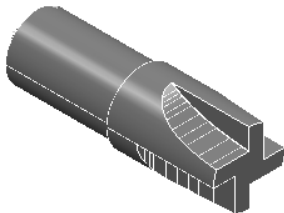

图 4-36 导入模型文件
2) 选择下拉菜单中的“文件”→“输入模型”命令,弹出“输入模型”对话框,选择“xidado.dgk”(“随书光盘:\第4章\4.2\uncompleted\xidado.dgk”)文件,单击“打开”按钮即可,如图4-36所示。